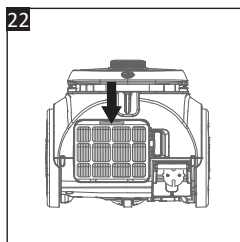

Fig. 22
3. Presione hacia abajo la pestaña en la parte superior del filtro de salida de aire (23) para quitarlo de la aspiradora (**Fig. 22**).